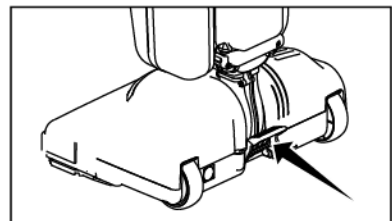

Fig. 4
- Presione con el pie el pedal para liberar el mango que se encuentra en la parte posterior de la aspiradora para poder inclinar el mango (Fig. 4).